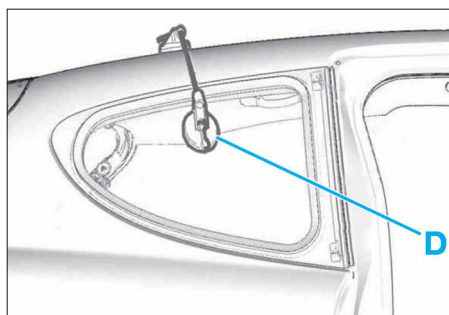

FIG. 77
- Reposer la fixation (9).
- A l'aide de ventouses (D), procéder à un montage afin d'exercer une pression constante sur la custode (Fig.77).